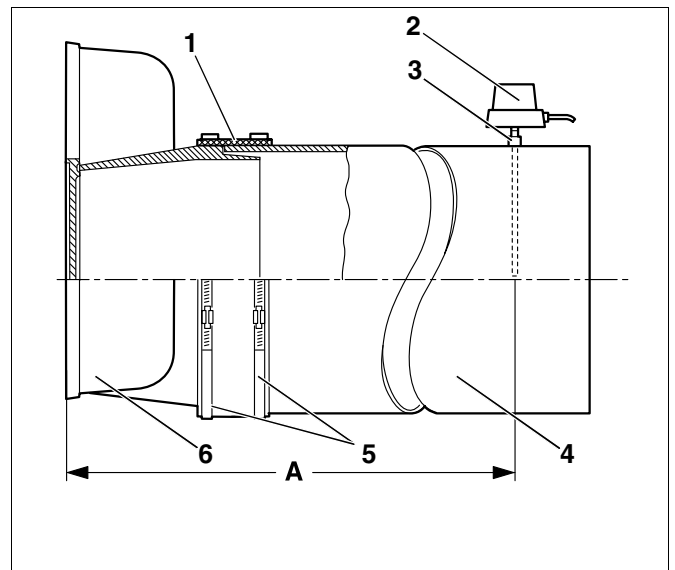

Fig. 59 Montering af røgrør
Det anbefales at anvende en manchete til røgrøret (fig. 59, **pos. 1**).
- Sæt røgrøret (fig. 59, **pos. 4**) på studsene til røggassen indtil anslag (fig. 59, **pos. 6**).
- Læg manchetten til røgrøret (fig. 59, **pos. 1**) omkring røgrøret (fig. 59, **pos. 4**) og studsene med overlap (fig. 59, **pos. 6**).
- Læg spændebånd (fig. 59, **pos. 5**) omkring røgrørets tæningsmanchet (fig. 59, **pos. 1**). Tryk det ene spændebånd (fig. 59, **pos. 5**) på røggassens studs (fig. 59, **pos. 6**) og det andet på røgrøret (fig. 59, **pos. 4**).
- Spænd spændebåndene (fig. 59, **pos. 5**). Røgrørets manchete (fig. 59, **pos. 1**) skal slutte helt til.
- Svejs en muffe (fig. 59, **pos. 3**) ind i røgrøret i en afstand fra røgekassen (fig. 59, **pos. 6**) som svarer til 2 x røggasrørets diameter (A).
- Monter røggasføleren (fig. 59, **pos. 2**) i henhold til den separate monteringsvejledning.